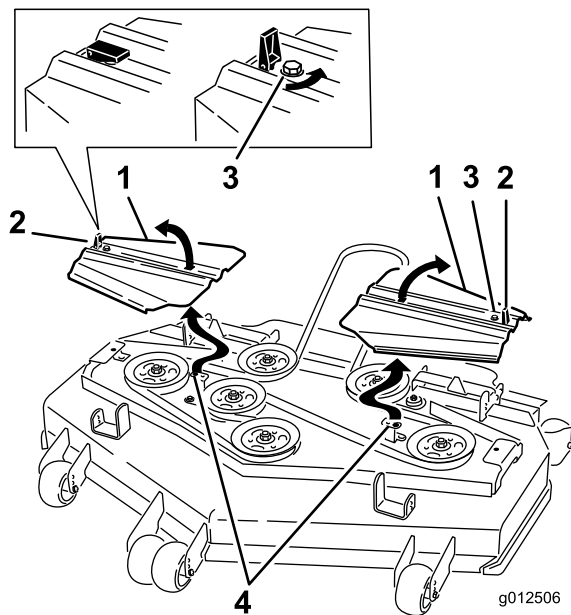

Figura 90
14. Instale las cubiertas de la correa introduciendo las pestañas en las ranuras. Coloque los tornillos y fije los cierres (Figura 90).